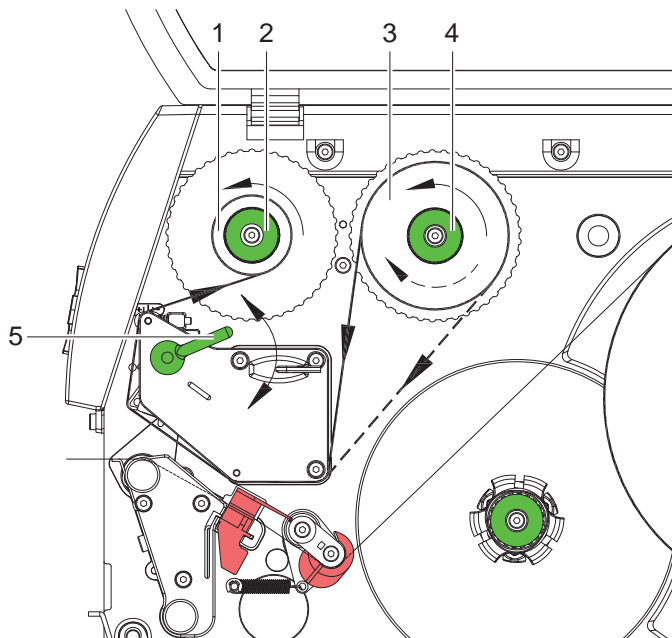

Figura 14 Percorso del nastro transfer
2. Ruotare la leva (5) in senso antiorario per sollevare la testa di stampa.
3. Spingere il rotolo di nastro transfer (3) sullo svolgitore (4) fino all'arresto, in modo tale che lo strato di colore del nastro sia rivolto verso il basso durante lo svolgimento. Per lo svolgitore (4) non è impostata alcun senso di rotazione.
4. Reggere il rotolo di nastro transfer (3) e ruotare la manopola sullo svolgitore (4) in senso antiorario, fino a fissare il rotolo di nastro transfer.
5. Spingere un'anima per nastri transfer adeguata sull'avvolgitore di nastri transfer (1) e fissarla allo stesso modo.
6. Condurre il nastro transfer attraverso la meccanica di stampa come rappresentato nella Figura 14.
7. Fissare l'estremità iniziale del nastro transfer sull'anima (1) con un nastro adesivo, osservando il senso di rotazione dell'avvolgitore del nastro transfer in senso antiorario.
8. Ruotare l'avvolgitore del nastro transfer (2) in senso antiorario per lisciare il nastro transfer.
9. Ruotare la leva (5) in senso orario per bloccare la testa di stampa.